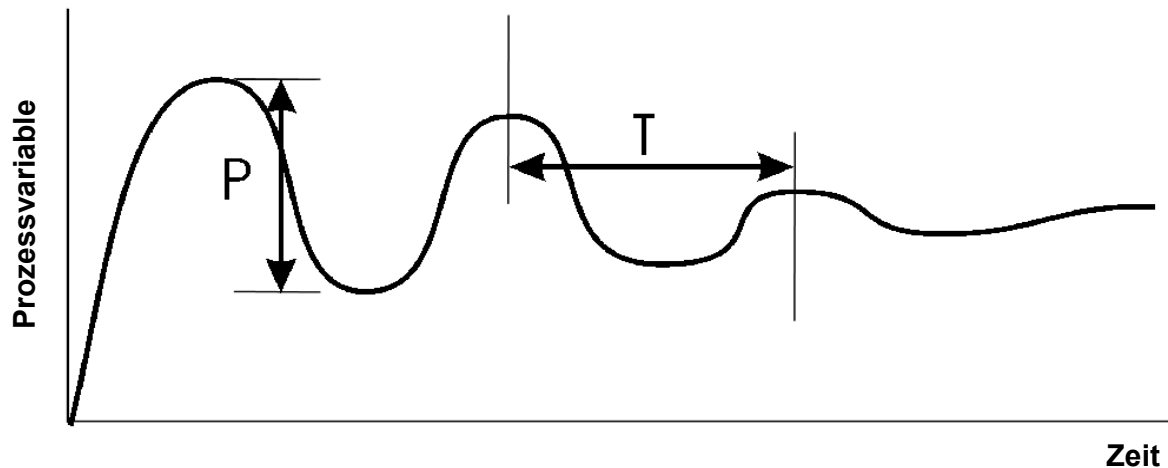

Bild 35 - Manuelle Regelungabstimmung
1. Stellen Sie den Sollwert (SP) auf den normalen Betriebswert ein (oder auf einen niedrigeren Wert, falls ein zu starkes Überschießen des Istwertes für den Prozess schädlich sein könnte).
2. Wählen Sie EIN / AUS-Regelung (d.h. Einstellung $Pb_P = 0$, Porportionalband (PB) = 0%).
3. Starten Sie den Prozess. Die Prozessvariable bzw. der Istwert "schwingt" um den Sollwert herum. Beachten Sie (a) die Spitze zu Spitze -Abweichung im ersten Zyklus, d.h. den Unterschied zwischen dem höchsten Wert beim ersten Überschwingen und dem niedrigsten Wert beim ersten Unterschwingen, und (b) den Zeitwert dieser Schwingung (T) in Minuten. Siehe auch Bild 35 - manuelle Einstellung.